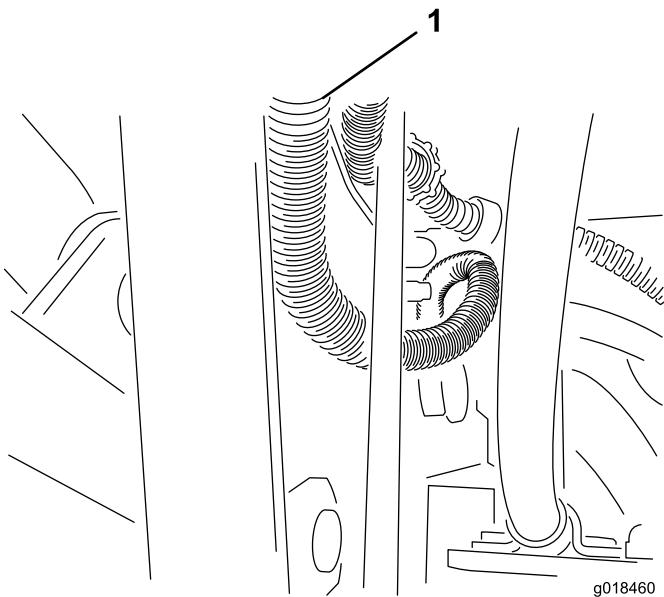

Figure 26
4. Continuez d'acheminer le faisceau du groupe de refroidissement entre la tige de frein et le cadre (Figure 26).